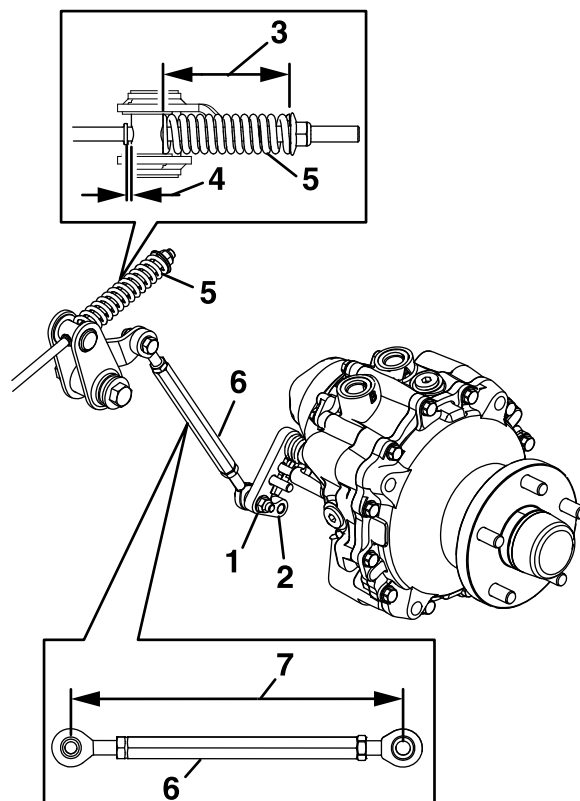

図 54
7. リンクアセンブリの長さを測定する 図 54。
8. スプリングの長さを測定する 図 54。